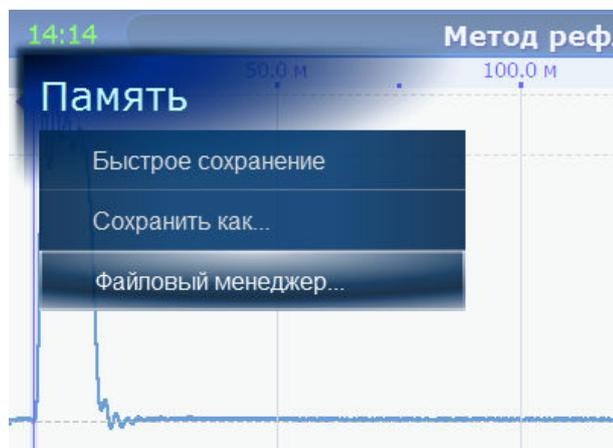

Рис. 33. Меню «Память» с выбранным пунктом «Файловый менеджер»
1. Нажмите кнопку «Память». На экране отобразится меню «Память» (рис. 33).